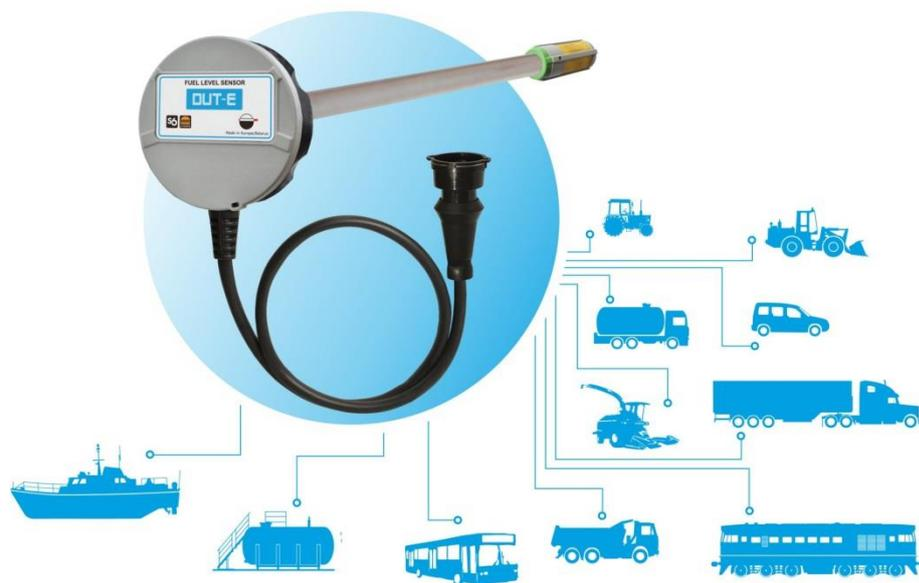

Рисунок 2 — Назначение DUT-E
- точного измерения уровня и объема жидкого топлива в баках автотракторной техники и стационарных емкостях (см. рисунок 2);